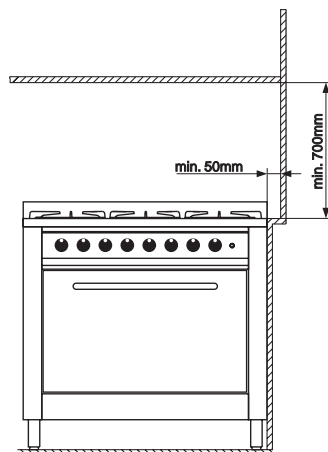

fig.8
- Da parte de dentro do forno desapertar a caixa de protecção em vidro (fig. 8);
As medidas máximas do fogão estão indicadas na figura da pagina 2. Para um bom funcionamento da aparelhagem instalada nos móveis, devem ser respeitadas as distâncias mínimas indicadas na fig. 8. Além disso, as superfícies adjacentes e o painel traseiro precisam ter capacidade para resistir a uma alta temperatura de 65°C